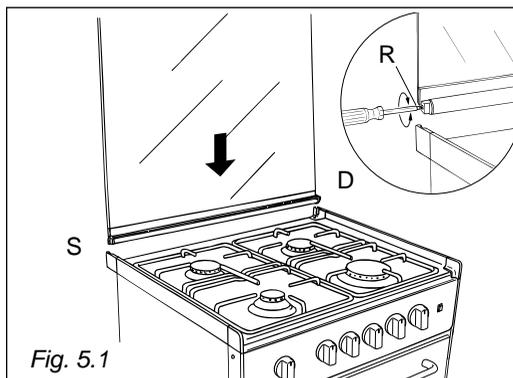

Fig. 5.1
- nella sede destra deve essere montata la cerniera con la stampigliatura "D" mentre nella sede sinistra la cerniera con la stampigliatura "S" (Fig. 5.1)
Eventualmente registrare la taratura delle molle delle cerniere ruotando le viti "R" in senso orario (fig. 5.1).